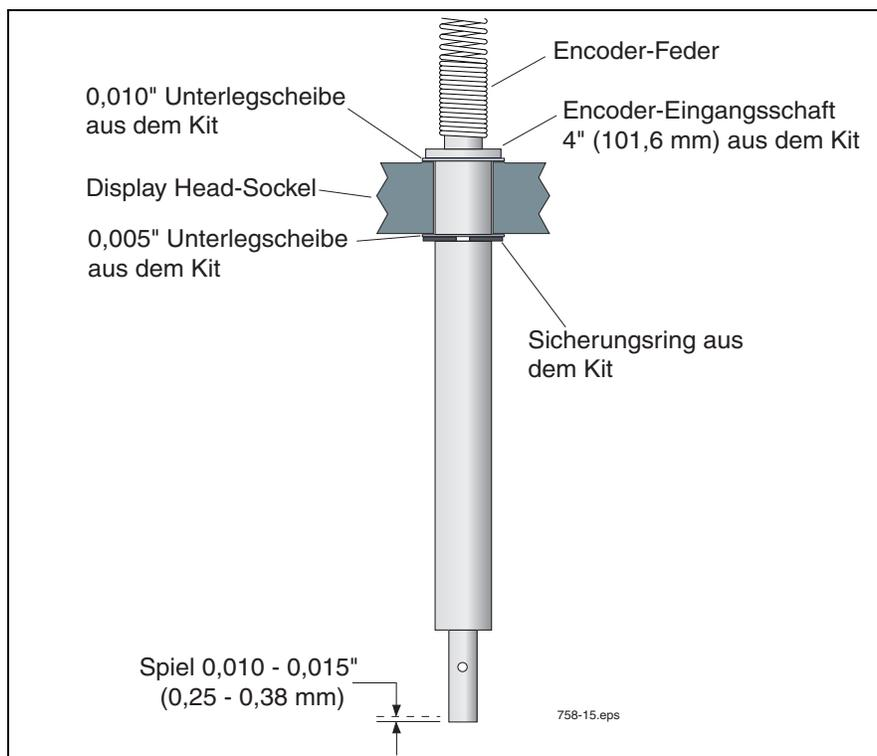

Abbildung 16. Montieren der Neptune-Adapterschaftgruppe im Display Head-Sockel
14. Den neuen Schaft, die 0,005" und 0,010" Unterlegscheiben und den Sicherungsring im Display Head-Sockel zusammenbauen, wie in Abbildung 16 gezeigt.